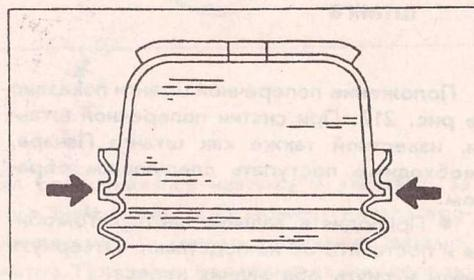

Рис. 220. Установка колпака на защитный кожух. Детали (8) и (10) показаны на рис. 217.
- Сжать пружину приспособлением и установить на стойку. Установить на место детали в порядке, показанном на рис. 217. Колпак (8) установить на защитный кожух (10) так, как показано на рис. 220.